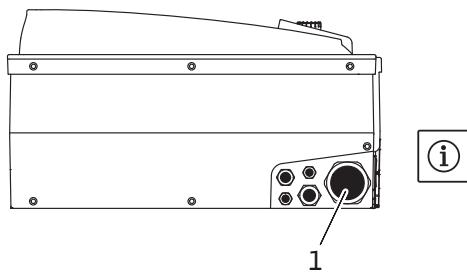

Fig. 22: Kabelverschraubung M40
- Die Netzan schlussleitung ist durch die Kabelverschraubung M40 (Fig. 22, Pos. 1) zu führen.